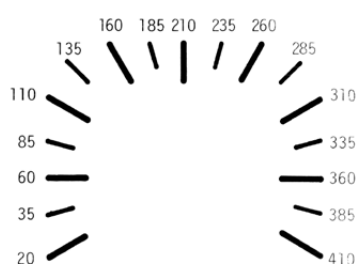

Fig.10 Thermomètre de four
- Contrôler la température du four avec le thermomètre de four. La température indiquée sert de donnée de référence, le thermomètre est avec retard aux variations de température – Fig. 10.